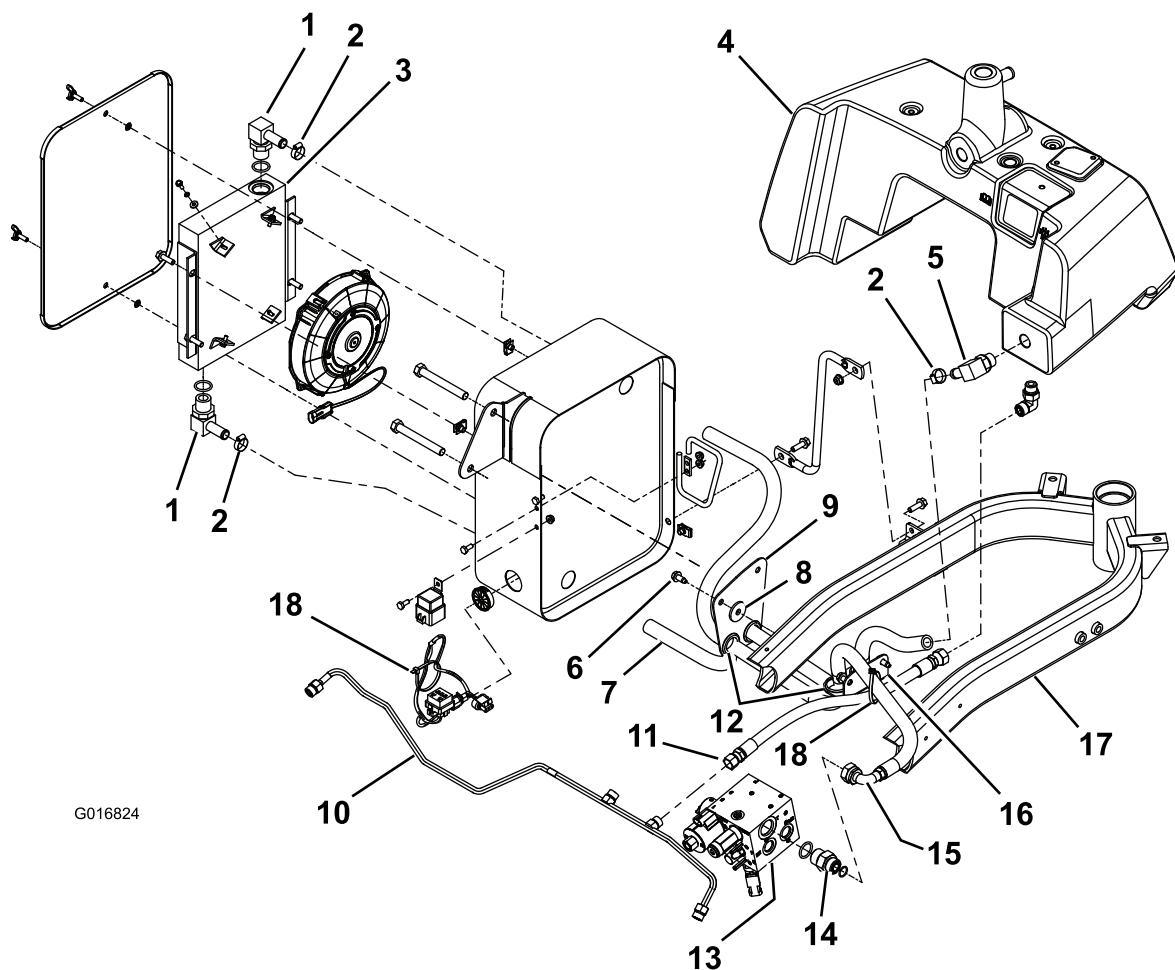

図 2
- タンクサブフレームをマシンフレームに固定している締結具 4 つ(図 2)を外して、タンクを後方へ引き出す。
3. 大小のホースストラップホルダーを、機体フレームの右側に固定する；各ストラップホルダーにつき1本のセルフタップボルトを使用する（図 2）。
注 大きいホースストラップホルダーと機体フレームの間にスペーサを入れる（図 2）。
4. 油圧マニホールドブロックからストレートフィッティングを取り外し、代わりにストレート・アダプタフィッティング（付属部品）を取り付ける（図 2）。
5. その場所に 90 度フィッティング（付属部品）を取り付け、クランプを使ってこれを油圧ラインに固定する（図 2）。
6. 各油圧ホース・アセンブリを仮接続する（図 2）が、まだケーブルタイによる最終固定はしないこと。
7. バーブ（鋸歯付き）フィッティング（90度：2個）をオイルクーラに取り付ける；開放端をオイルクーラの後部側（ファン）に向けて取り付ける（図 2）。
- 注** 図 2 に示すようにゴム製ハトメを取り付ける。
8. 油圧ラインからホース（図 2の10）を外す。